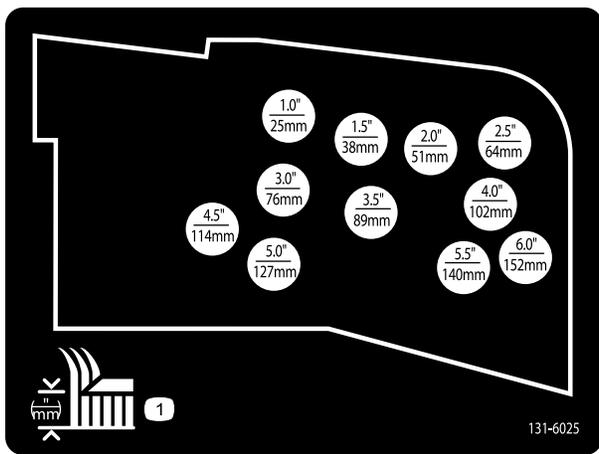

Рисунок 21
10. Закрепите цепи регулировки высоты скашивания в требуемом отверстии с помощью шплинтуемого штифта и игольчатого шплинта (Рисунок 21).